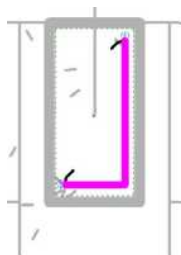

图 13-15 更改弯钩方向
(5) 单击“切换弯钩方向”按钮，调整弯钩方向，如图 13-15 所示。